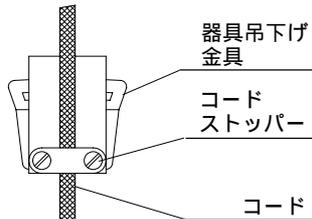

図4 セードの取り付け
- 8 セードを本体に確実に取り付けてください。(図4参照)